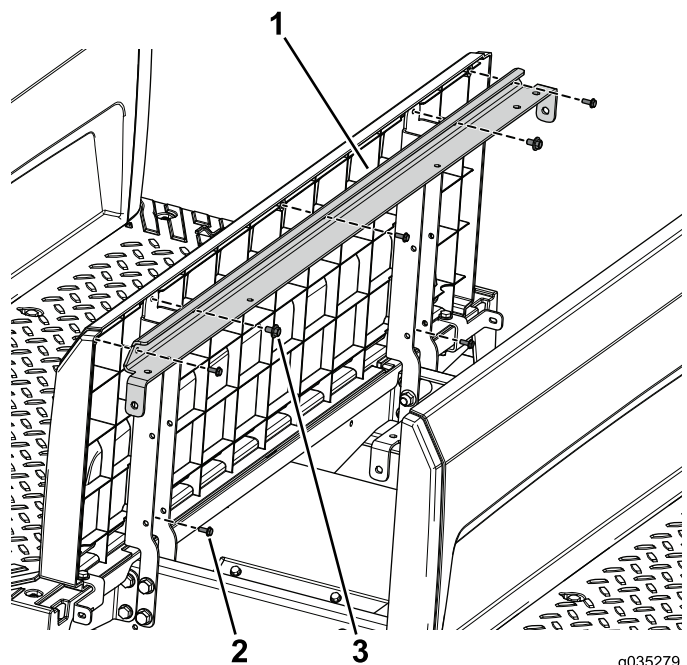

图94
3. 使用带垫圈组件的 2 个螺栓 1/4 x 1/2 英寸将倾斜支撑托架和座椅底座面板固定到左、右座椅支架上图94。
4. 使用 5 个螺丝 #10 x 1/2 英寸将后面板固定到倾斜支撑托架和座椅支架上图94。